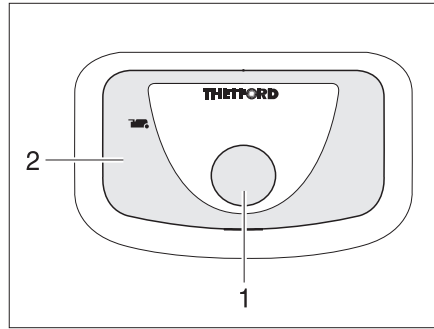

Fig. 263 Bouton pour la chasse d'eau/
- Pour actionner la chasse d'eau, appuyer sur le bouton bleu (Fig. 263,1).
Le voyant de contrôle (Fig. 263,2) s'allume lorsque la cassette Thetford doit être vidée.